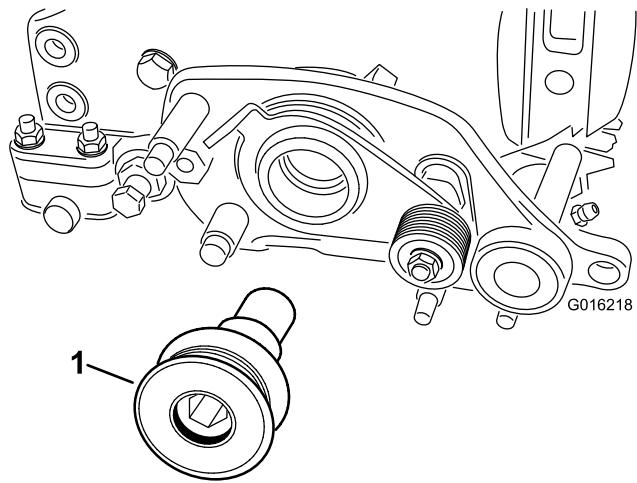

Figura 8
19. Prenda a polia da transmissão do rastelo ao eixo do cilindro (Figura 8) e aperte-a com 170 N·m.